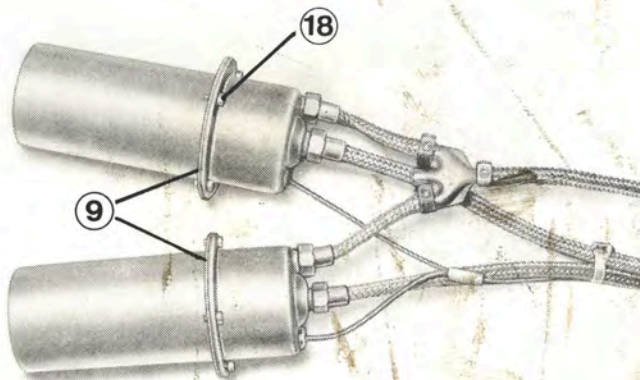

Bild 3 Montage der Entstörkappen
Es wird je ein Spannring (9) auf die Zündspulen geschoben und mit vier Schrauben (18) mit den Entstörkappen verschraubt (siehe Bild 3).